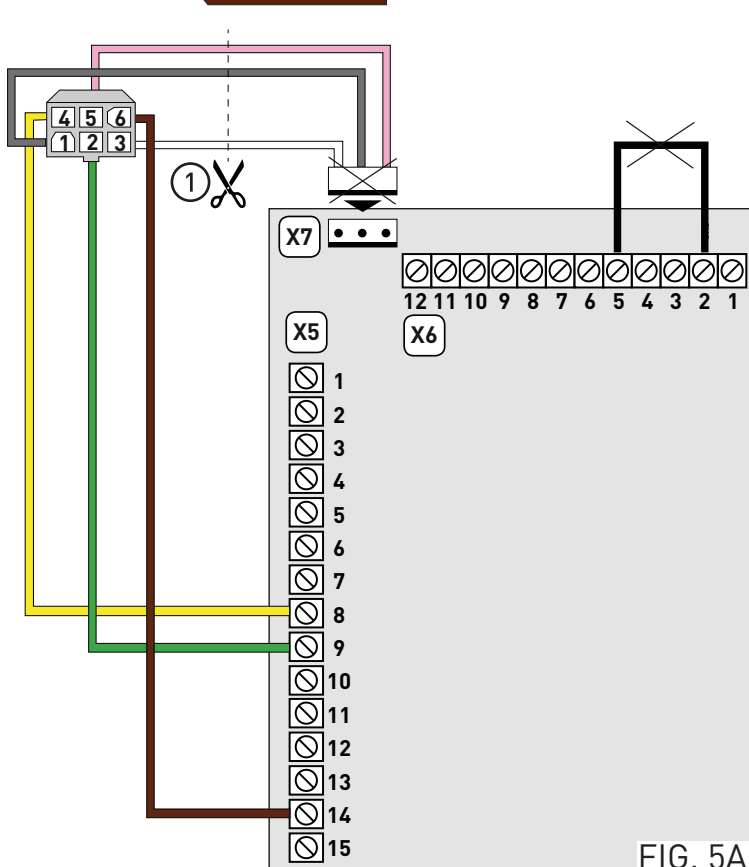

FIG. 5A
- ① rimuovere dal cavo il terminale bianco a 3 fili (Fig. 5A);